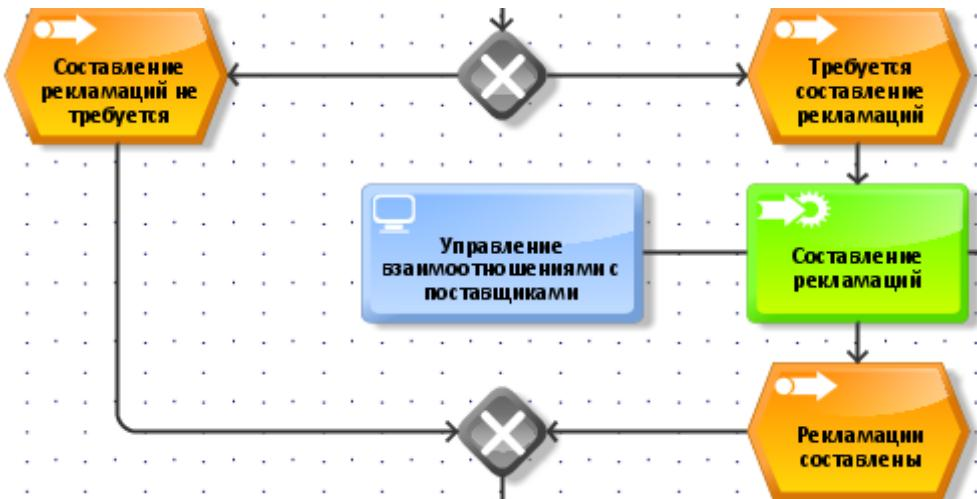

Рисунок 2.36
7) необходимо использовать конструкцию на основе объектов «XOR rule» (рисунок 2.36) для демонстрации ситуации, когда претензии к поставщику на низкое качество продукции (рекламации) могут отсутствовать.